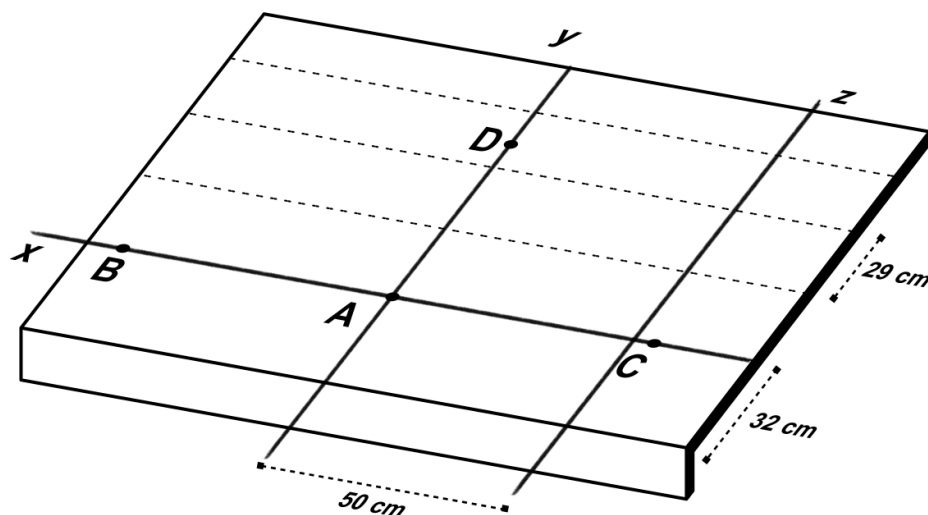

Fig. 3 - Tracciatura della falda [cm]
- Tracciare delle linee orizzontali e parallele a **x**, ad una distanza fra loro di 29 cm, fino ad arrivare al colmo - vedi Fig. 3.